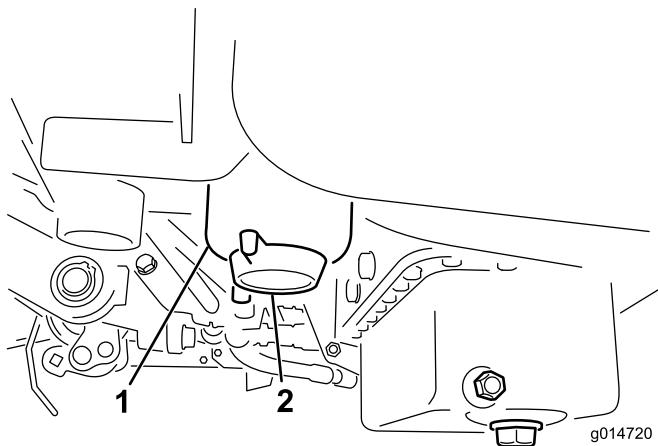

图30
- 打开燃油滤清器上的排油塞,大约旋转一周,排干积水(图30)。排干之后拧紧排油塞。